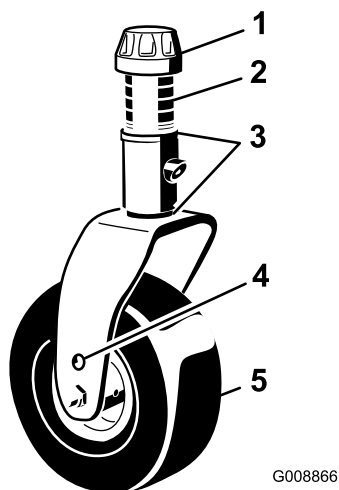

Figura 2
1. Rimuovete i cappucci di tensione dagli assi dei perni ed estraete i distanziali e le rondelle di spinta (Figura 2).
cappuccio di tensione per fissare gli elementi del gruppo (Figura 2).